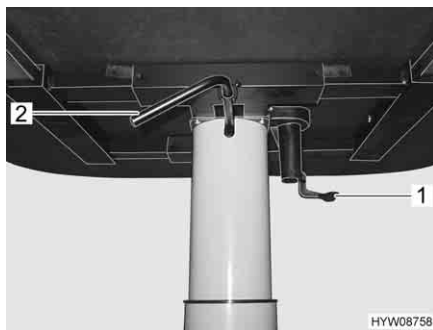

Fig. 80 Regolazione del tavolo rialzabile
- Tirare verso il basso la leva di serraggio (Fig. 80,1).
- Ruotare la leva (Fig. 80,2) che si trova sotto il piano del tavolo verso il basso. Il meccanismo di sollevamento nel piede del tavolo viene sbloccato.
- Ruotare la leva (Fig. 80,2) che si trova sotto il piano del tavolo verso il basso. Il piano del tavolo va automaticamente verso l'alto fino al fine corsa.